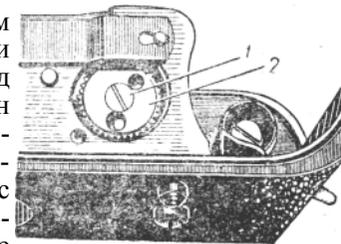

Рис. 253. Ограничительная шестерня, сектор
Одной из особенностей аппарата ФЭД-2, выгодно отличающей его от всех других аппаратов со шторным затвором, является свободный доступ к ограничительной шестерне 2 (рис. 253). Это очень удобно при сборке и ремонте аппарата.
В аппарате ФЭД ограничительная шестерня / (см. рис. 128) спрятана в корпусе и, чтобы правильно установить шестерни 6 и 8 (см. рис. 127), нужно многократно повторять сборку (см. на стр. 160), а в аппарате ФЭД-2 шестерни / и 2 (рис. 251) можно при сборке установить приблизительно, а потом, когда механизм собран, нужно так установить шестерню 2 (рис. 253), чтобы при заведенном затворе кулачок 7 (рис. 126) устанавливался примерно по середине углубления в тормозной защелке 5.
1. Самоотвинчивание винта 1 (рис. 253), которым крепится шестерня 2. Шестерня 2 вращается в обе стороны. В аппарате ФЭД винт крепления ограничительной шестерни притормаживается контргайкой. В аппаратах ФЭД-2 контргайки нет и возможно самоотвинчивание винта. В этом случае выходит из строя затвор, винт следует завинтить. Правильная установка шестерни 2 описана на стр. 289.
Иногда палец шестерни попадает на палец барабана (палец на палец). В таком случае и происходит пропуск очередного кадра. Эта неисправность вызывается смещением или повреждением ограничительной шестерни 2 (рис. 253). Нужно проверить крепление шестерни, завинчен ли до предела винт 1. Достаточно винту отвинтиться на пол-оборота, как возникает указанная неисправность. Это объясняется следующим. С внутренней стороны ограничительной шестерни имеется паз, в котором находится палец корпуса, ограничивающий завод затвора. При отвинченном винте / шестерня 2 начинает перекашиваться, палец выходит из паза и ограничение движения деталей затвора нарушается.
Если же винт / (рис. 253) завинчен до упора, но пропуски кадров продолжают, следует проверить прочность установки пальцев шестерни ведущего барабана. Случаи образования люфта в пальцах не часты.